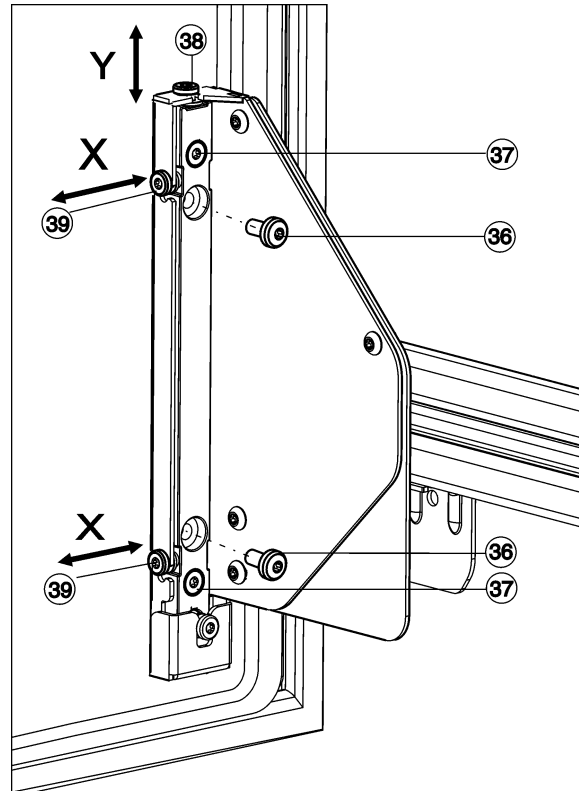

Fig. 27
- ▶ Kierrä ruuvit Fig. 27 (36) kokonaan ulos.
- ▷ Hävitä ruuvit Fig. 27 (36), niitä ei enää tarvita.
- ▶ Avaa ruuveja Fig. 27 (37) vain 1 - 2 kierrosta.
- ▶ Kierrä säätöruuvia (38). Myötäpäivään: ovi liikkuu kork. 4 mm ylöspäin. Vastapäivään: ovi liikkuu kork. 2 mm alas-päin.
- ▶ Kiristä kaikki ruuvit Fig. 27 (37) jälleen.
- ▶ Jos ruuvit Fig. 27 (36) ovat vielä olemassa, ruuvaa ne kokonaan irti.
- ▶ Säädä säätöruuveja Fig. 27 (39) aina halutun sivuttaisen säätösuunnan mukaisesti.
- ▶ Kiristä ruuvit Fig. 27 (37) uudelleen suoritetun sivuttaisen säädön jälkeen.